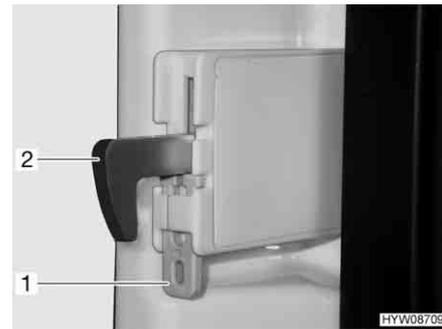

Bild 232 Fixierung Verriegelungshaken
- Die Fixierung (Bild 232,1) nach oben drücken. Der Verriegelungshaken (Bild 232,2) wird nach oben gedrückt und ist außer Funktion.
- Den Verriegelungshaken (Bild 232,2) nach unten drücken. Der Verriegelungshaken ist wieder in Funktion.